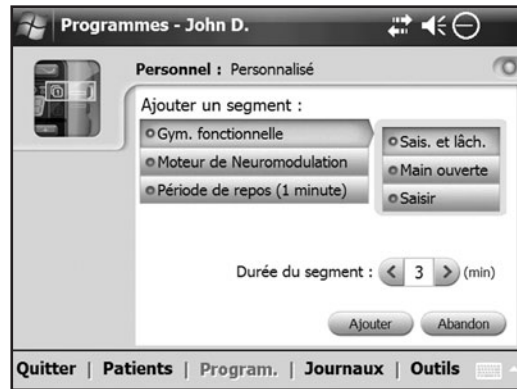

Figure 8-34 : Fenêtre d'ajout de segment au programme Personnel (personnalisé).
6. Pour ajouter un segment, appuyez sur **Ajouter** pour ouvrir la fenêtre Ajouter segment. Reportez-vous à la Figure 8-34. Sélectionnez le segment souhaité, réglez la durée du segment et appuyez sur **Ajouter**. Le segment ajouté apparaîtra en bas de la liste des segments.